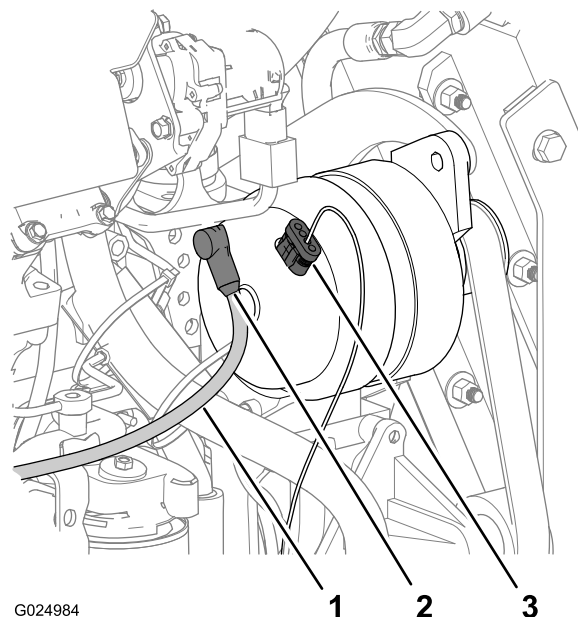

Bild 115
1. Schieben Sie an der Lichtmaschine die Muffe von der Anschlussklemme und vom Bolzen hinten an der Lichtmaschine herunter (Bild 115).
- Ziehen Sie den 4-Buchsen-Stecker für das Spannungssensorkabel vom 4-Stift-Stecker oben an der Lichtmaschine ab (Bild 115).
- Schließen Sie den 4-Buchsen-Stecker für das Spannungssensorkabel am 4-Stift-Stecker oben an der Lichtmaschine an (Bild 115).
- Montieren Sie die Anschlussklemme des Ladekabels auf dem Bolzen hinten an der Lichtmaschine (Bild 115).
- Fluchten Sie die Muffe des Ladekabels über der Anschlussklemme und dem Bolzen aus (Bild 115).